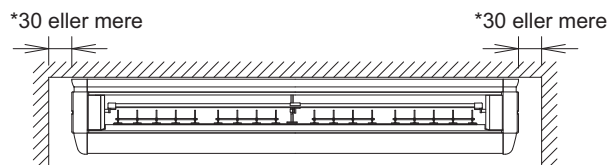

Fig. 1
- (1) Vælg sammen med kunden et installationssted, hvor følgende krav er opfyldt.
- Hvor der er tilstrækkelig plads til, at vedligeholdelse og service kan foretages. (Se fig. 1 og fig. 2)